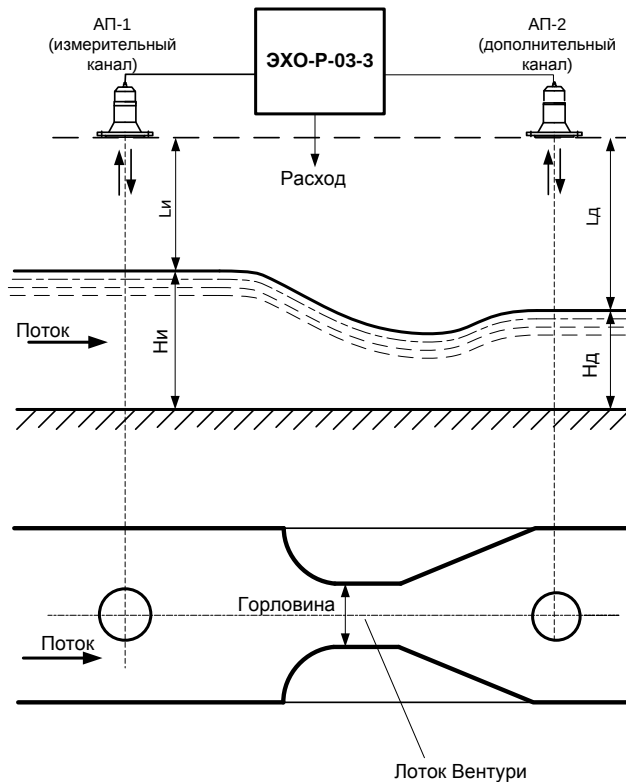
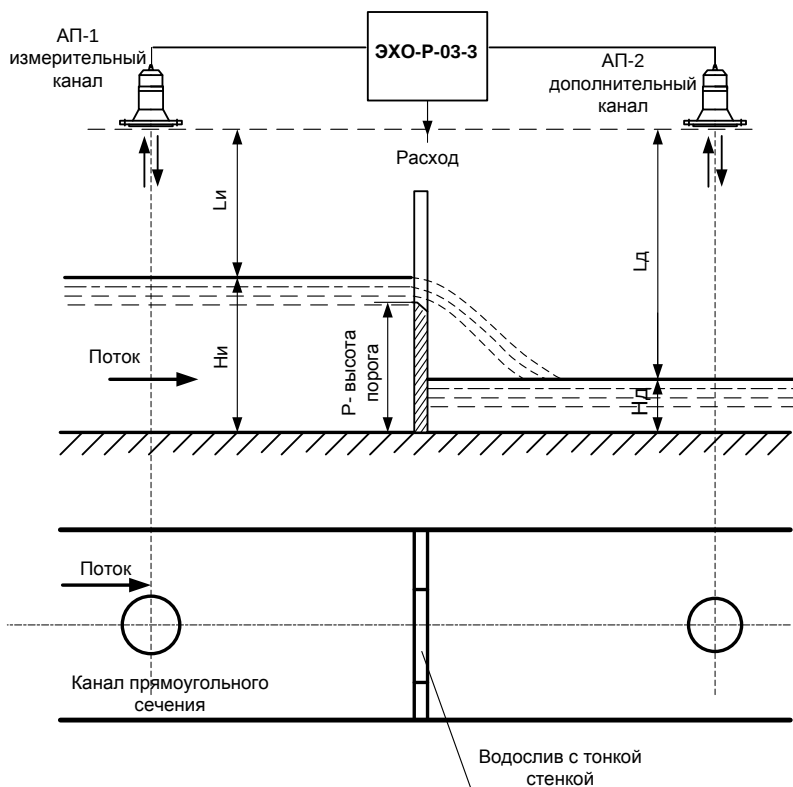

Рис.1
Рис. 2
Расходомер с интегратором акустический ЭХО-Р-03-3 (далее расходомер) предназначен для измерений объемного расхода и суммарного объема (количества) жидкости, в том числе сточных вод, в открытых каналах шириной не менее 100 мм, оборудованных измерительными лотками, при свободном и затопленном истечении потока (рис. 1, рис.2).
5.1. Принцип действия расходомера основан на акустической локации уровня жидкости, протекающей в водоводе, перед лотком или водосливом, пересчете его в мгновенное значение расхода по заданной зависимости расход/уровень для данного водовода с учетом поправочного коэффициента при возникновении затопления, которое определяется отношением уровней жидкости, измеренных перед лотком (водосливом)  $H_i$  и после него  $H_d$ , с последующим интегрированием (рис. 1, рис. 2).